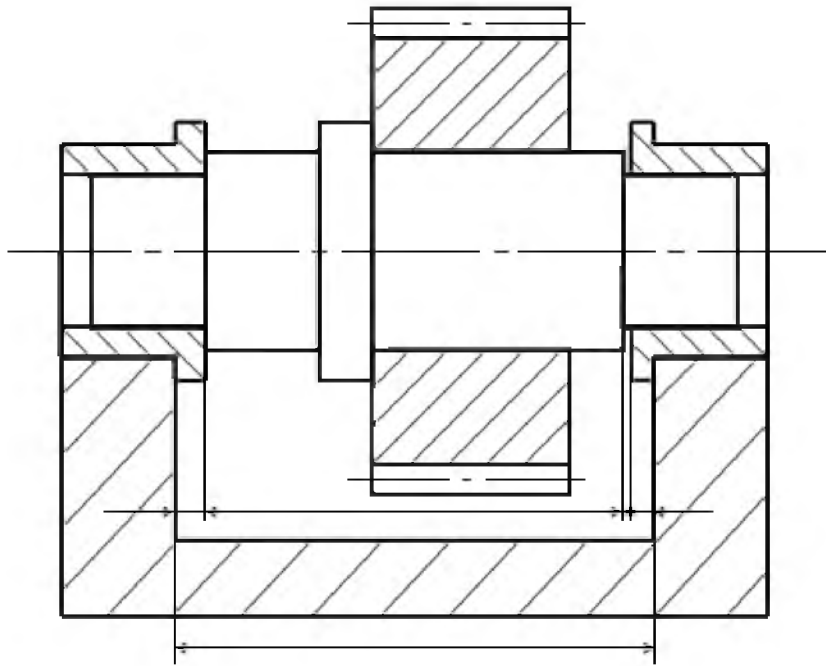

Рис. 3. Схема сборочной размерной цепи
1. Составление и анализ сборочной размерной цепи (рис.3):
- измерить штангенциркулем величины линейных размеров (рис.3),